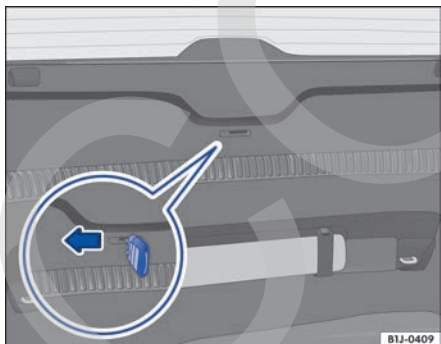

Fig. 64 En el portón del maletero: desbloqueo de emergencia.
- Busque la ranura del desbloqueo de emergencia en la parte inferior del portón del maletero → fig. 64.
- Desplace la llave en el sentido de la flecha → fig. 64 y empuje el portón hacia fuera hasta que se abra. Al hacerlo extraiga la llave de la ranura.